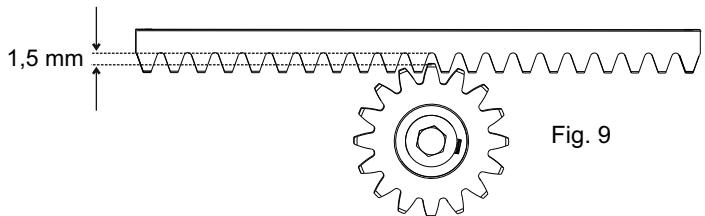

Fig. 9
5.6. Toda la cremallera va levantada de 1,5 mm para evitar que el peso de la cancela llegue hasta el piñon (Fig. 9),